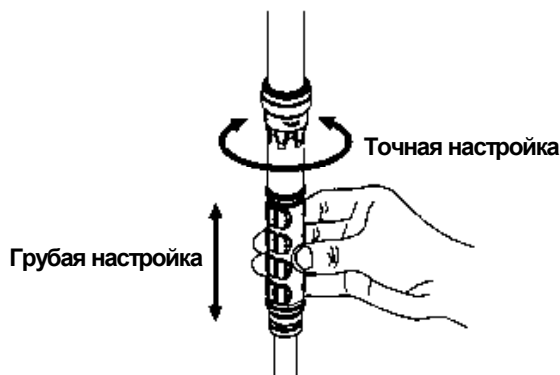

Рис. 7
2. Согласно Рис.7, двигая вверх или вниз регулировочную рукоятку блока удлиняющей катушки и при этом, слушая шум эфира, найдите то положение, при котором принимаемый шум будут наибольшим. Если регулятор достиг самого нижнего положения, и не удастся достичь наибольшей чувствительности, уменьшите число вертикальных элементов на один и повторите настройку. Возможно ваша антенна слишком длинная на данной частоте.
4. Теперь, согласно Рис.7, немного поверните регулятор катушки вправо или влево при нахождении трансивера в режиме прием. После этого отойдите от антенны и ещё раз проверьте КСВ, затем повторяйте эту процедуру, пока не будет достигнут наилучший КСВ. **Не прикасайтесь к регулировочной рукоятке блока удлиняющей катушки при передаче!**